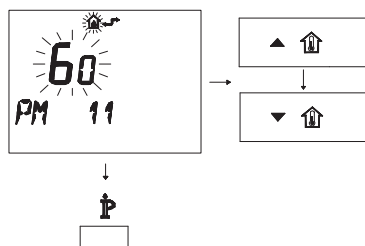

Figura 5.48
- Per modificare il SET programmato agire sui pulsanti  o  e aspettare che il numero programmato cominci a lampeggiare (Figura 5.48). Ogni passo incrementato o decrementato corrisponde a 1 secondi.